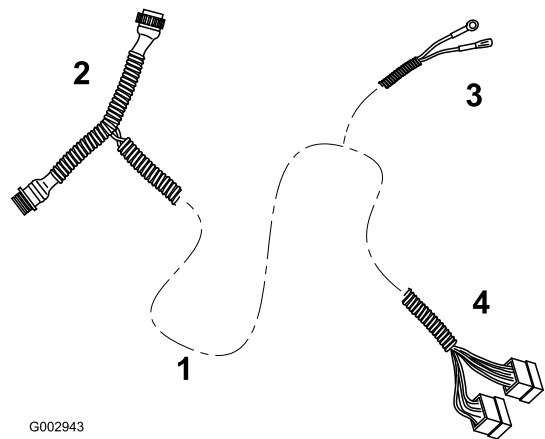
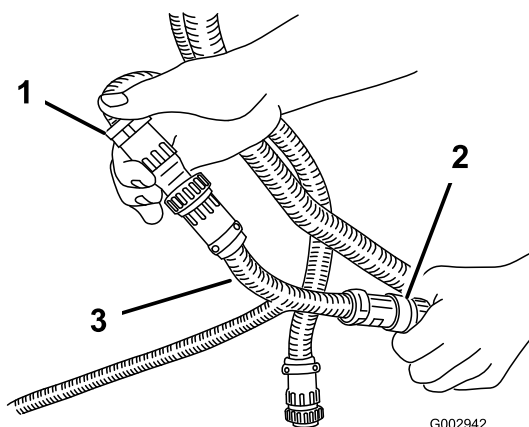
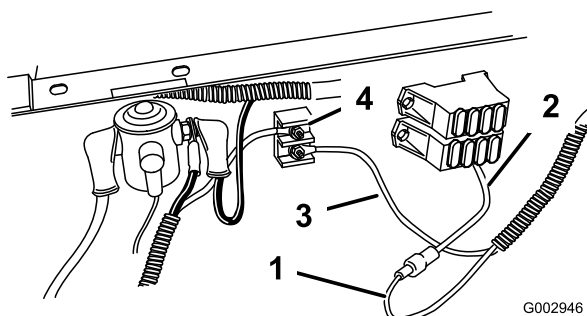

Figure 25
Figure 24
Figure 28
6. Débranchez les connecteurs sous le tableau de bord, entre le boîtier de commande manuelle et le faisceau de pulvérisation (Figure 24).
7. Connectez l'extrémité en T du nouveau faisceau de boîtier de commande arrière entre le faisceau du boîtier de commande manuelle et le faisceau de pulvérisation (Figure 24 et Figure 25).
11. Connectez le câble central muni d'une cosse rectangulaire au câble coupé de la boîte à fusibles sous le siège du conducteur (Figure 25 et Figure 28).
13. Connectez le câble central, muni du connecteur à œillet, à un goujon de masse sur le bornier de masse (Figure 28).